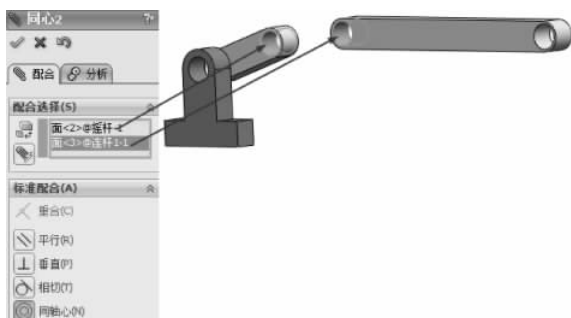

图 3-172 同轴心配合
(4) 单击【装配体】工具栏中的【配合】按钮 , 弹出【配合】的属性设置。选择【标准配合】选项组下的【同轴心】配合类型 , 在【要配合的实体】选择框  中选择如图 3-172 所示的面, 其他保持默认, 单击【确定】按钮 , 完成同轴心配合。